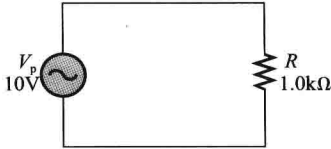

图 8-74
21. 正弦电压加在图 8-74 所示的电阻电路中，求下列各量：